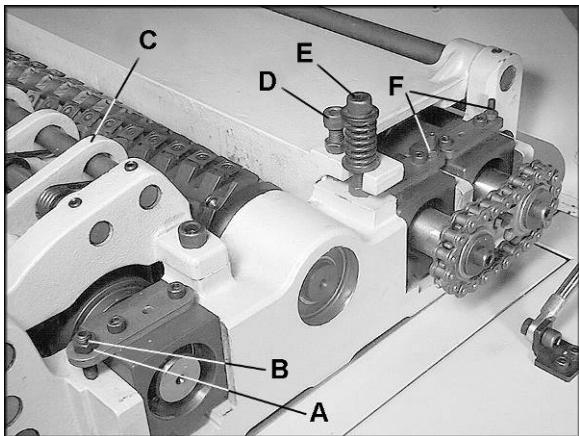

Рис. 11
5. Если размер не соответствует $1/16"$ (1,6 мм), то ослабьте стопорную гайку (A, Рис. 11) и поворачивайте винт регулирования (B, Рис. 11) пока нижняя часть вала подачи коснётся вершины измерительного блока. Затем затяните стопорную гайку
Стружколоматель (С, Рис. 11) сделан подпружиненными секционными деталями собранными на одной оси, установленными после вала подачи заготовки. Стружколоматель должен сломать стружку в маленькие части, чтобы помочь избежать раскалывания заготовки, обеспечить не допустимость обратного выталкивания заготовки, и направить поток стружки из станка.
Рис. 11 показывает винт регулирования высоты (D) и винт регулирования пружины прижима (E) для защитной планки. Эта начальная установка - отправная точка, а заключительное регулирование, вероятно, придется сделать во время проверки станка после всех регулировок при пропуске заготовки.
Регулируйте высоту используя винты (F, Рис. 11). Когда закончена установка, затяните стопорные гайки на винтах (F, Рис. 11).